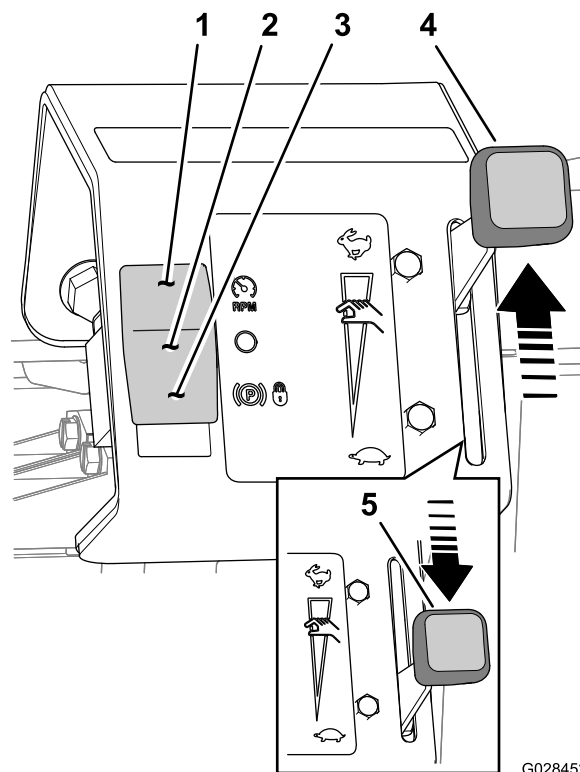

Figura 30
2. Desloque o acelerador manual para a posição Slow (Figura 30).
3. Pressione o interruptor de modo para baixo para a posição de bloqueio do acelerador (Figura 30).
5. Desloque a alavanca do acelerador para a posição Fast (Figura 30).
6. Desloque o acelerador manual para a posição Slow (Figura 30).
9. Desloque a alavanca do acelerador para a posição Fast (Figura 30).
1. Desloque o acelerador manual para a posição Slow (Figura 30).
2. Pressione o interruptor de modo para a posição Off (Figura 30).
6. Desloque a alavanca do acelerador para a posição Fast (Figura 30).
2. Pressione o interruptor de modo para a posição de limite de velocidade (Figura 30).
5. Enquanto pressiona o pedal do acelerador, mova a alavanca do acelerador manual para a posição Fast (Figura 30).